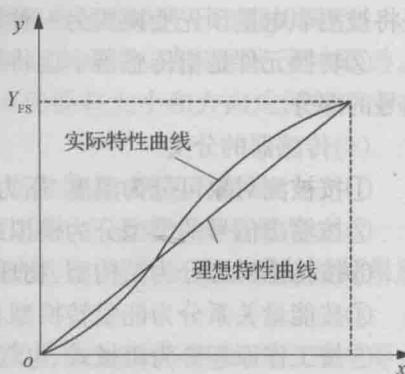

图 1-2 理想与实际的输入输出关系
b. 线性度:指传感器的输出与输入之间数量关系的线性程度。输出与输入关系可分为线性特性和非线性特性。从传感器的性能看,希望具有线性关系,即理想输入输出关系。但实际遇到的传感器大多为非线性,如图 1-2 所示。传感器的线性度是指在全量程范围内实际特性曲线与拟合直线之间的最大偏差值  $\Delta L_{max}$  与满量程输出值  $Y_{FS}$  之比。线性度也称为非线性误差,用  $\gamma_L$  表示,即